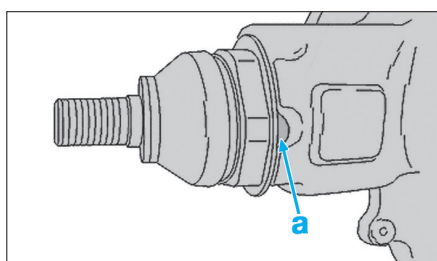

Fig. 26
• Freiner la rotule dans les encoches (a) (Fig.26) du pivot.